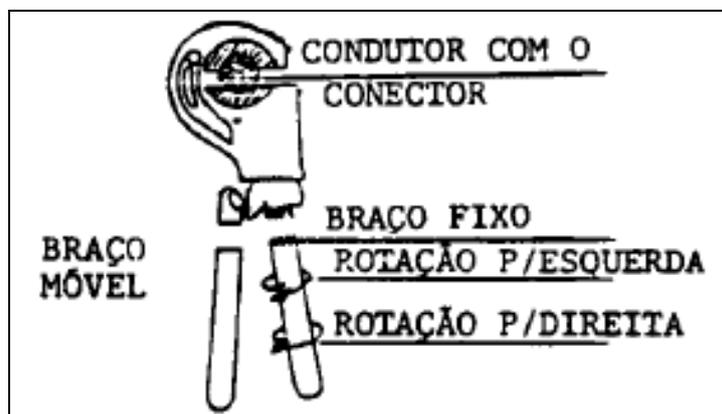

Figura 14 – Compressão realizada no centro da emenda
- e) Girar o braço fixo para a esquerda até desrosqueá-lo totalmente, conforme ilustrado na Figura 14;